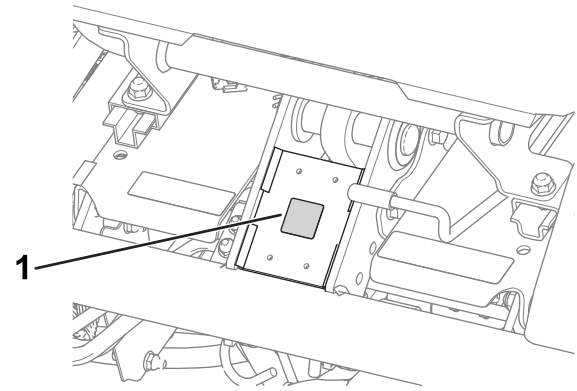

Figura 11
- Applicare l'adesivo di marcatura CE sul telaio sotto la parte anteriore del sedile (Figura 11).